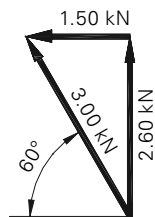

Fig. A7.04
- Composante horizontale admissible de la force de tension sur la chaîne de coffrage = $3 \text{ kN} \times \cos 60^\circ = 1.5 \text{ kN}$. (Fig. A7.04)